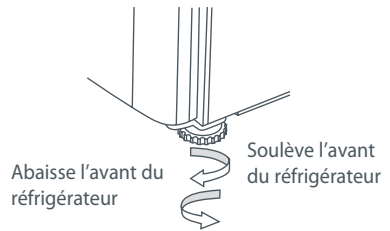

Fig.2 Pied du réfrigérateur
- C** Dévissez les pieds avant jusqu'à ce que le réfrigérateur soit incliné vers l'arrière, soit jusqu'à ce que la partie avant soit environ $\frac{3}{8}$ po (10 mm) plus haute que la partie arrière. Il sera ainsi plus facile de fermer la porte. (reportez-vous à la figure 2).